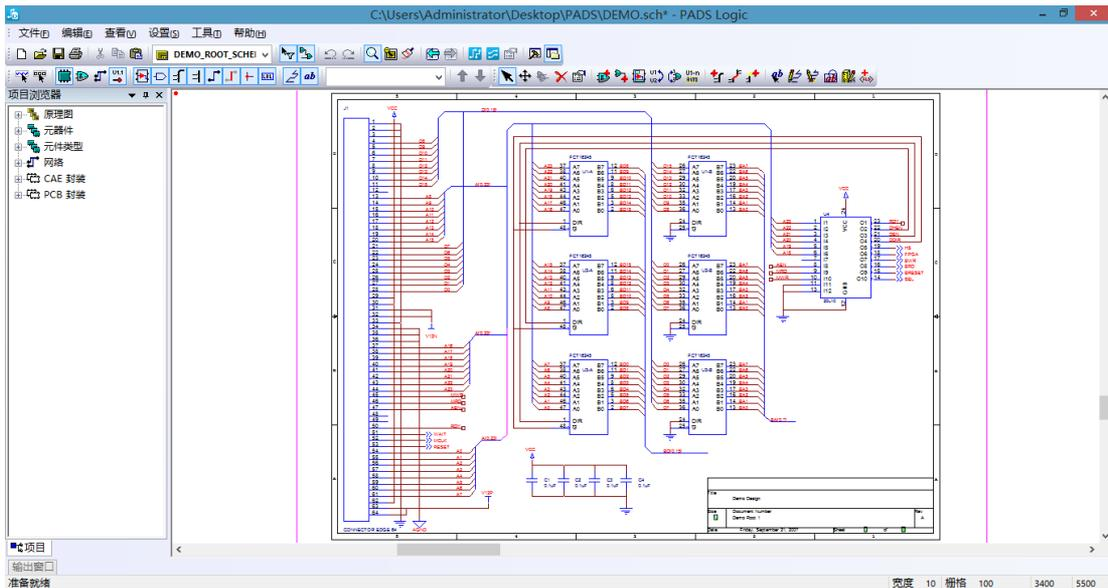

图 2-27 缩放前的图形
(1) 执行“查看”“缩放”命令后，光标会变为缩放指针，如图 2-27 所示，然后可以使用鼠标进行缩放操作；也可以直接在工具栏中单击图标来执行该命令。